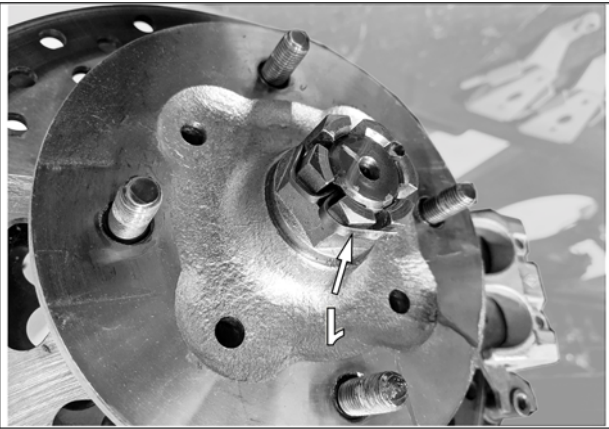

Fig. 18
ATTENTION : Assurez-vous que la goupille fendue (1) de l'écrou de l'essieu n'interfère pas au moyen du système de traction. Voir la Fig. 18